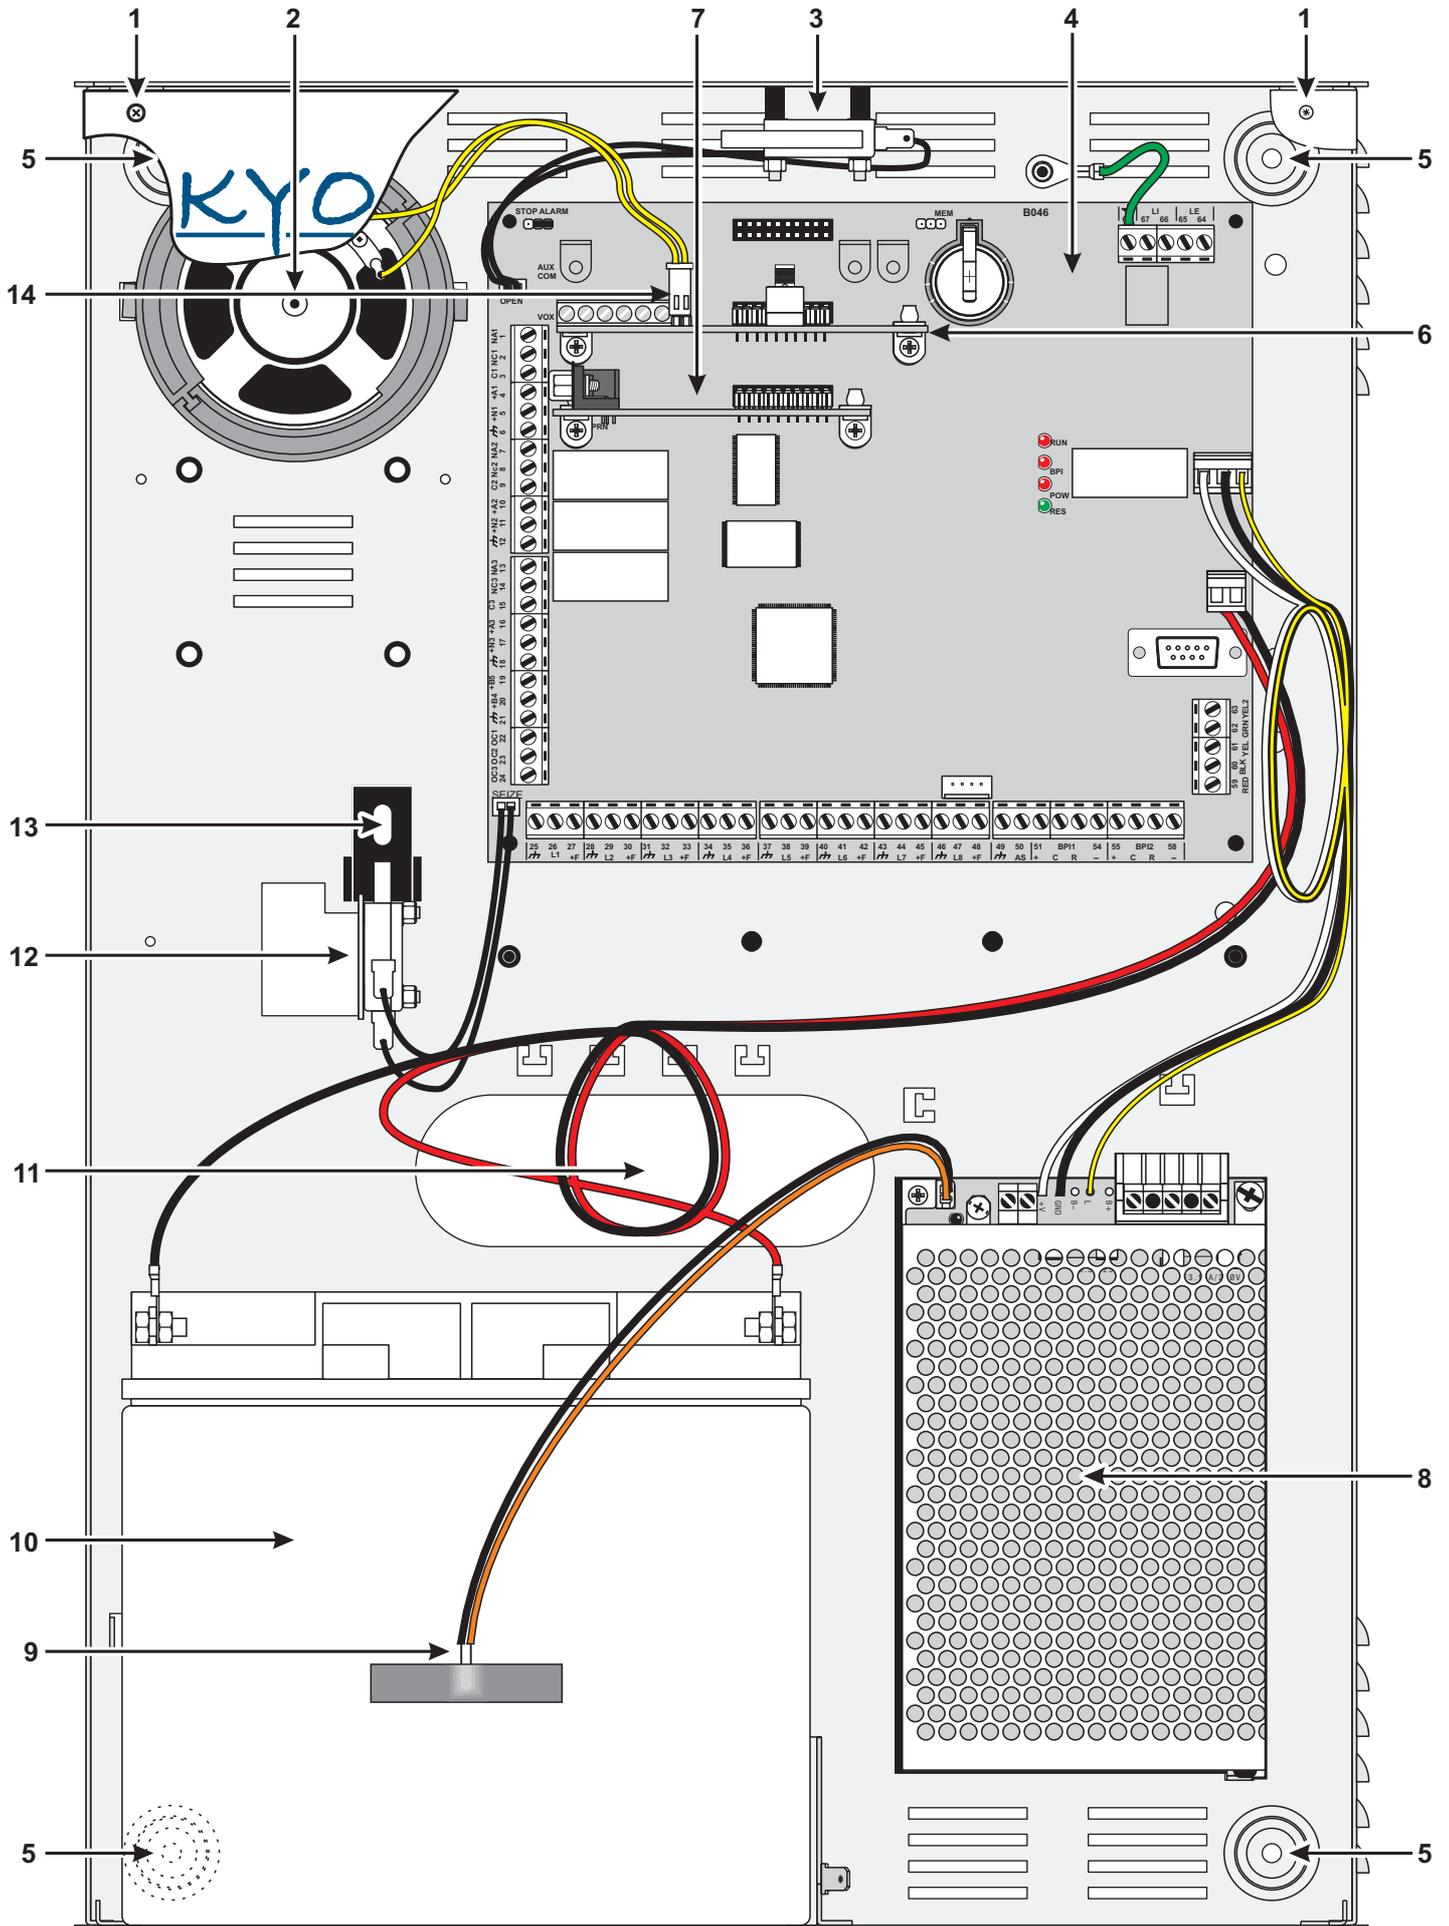

Figura 1 Parti della centrale KYO320
- 4- Posizionare il BAQ60T12 sul fondo della centrale nella stessa posizione del BAQ35T12 (Figura 1): inserire prima la linguetta e quindi la vite **57a**.